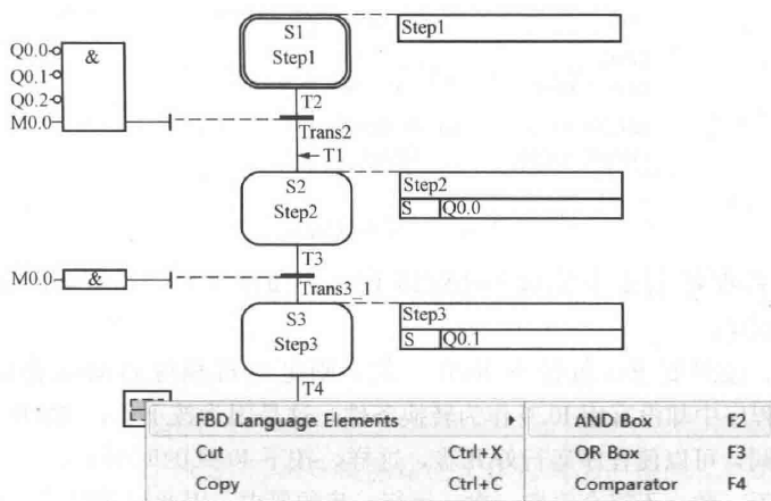

图 3-63 插入条件
1) 插入条件时，单击条件处，右键插入需要的逻辑关系（与、或、比较器）或者单击快捷按钮，如图 3-63 所示。如果为一个逻辑条件则简单插入“与”或